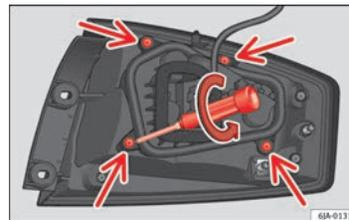

Fig. 158 Viti di fissaggio nella parte posteriore del fanale di coda
- Svitare le quattro viti di fissaggio del portalampada in senso antiorario con il cacciavite in dotazione o una chiave Torx 20 (T20) ⇒ fig. 158. Fare attenzione a non perdere le viti di fissaggio del portalampada.